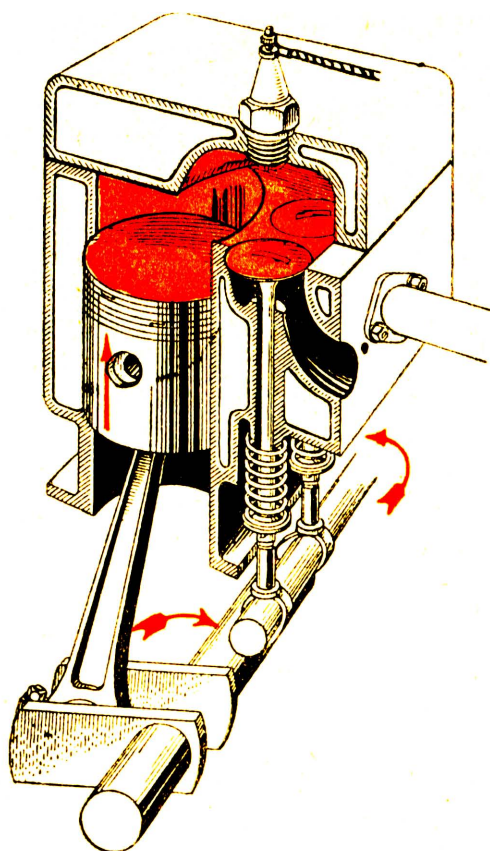
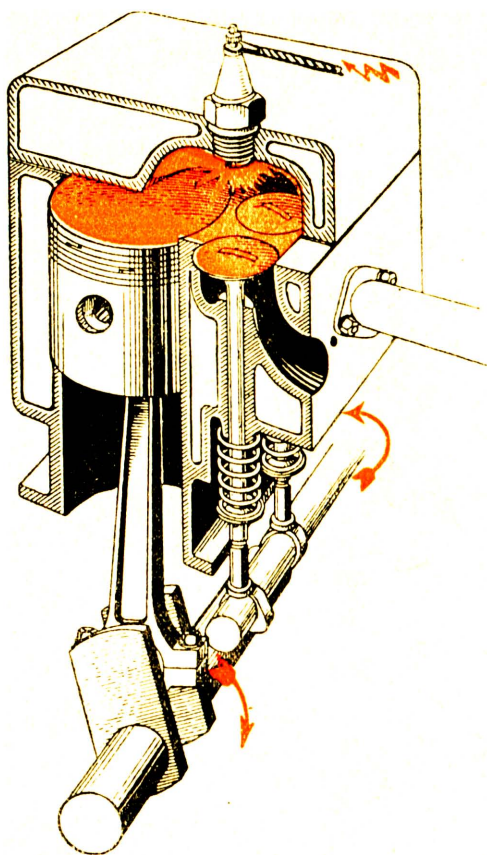

Рис. 4. Сув стиску.
Рис. 5. Запал.
2. **Сув стиску або компресія**. Обертаємо корбою далі в тім самім напрямі. Толоч рухається вгору, обидва хлипаки зачинені (рис. 4). Толоч стискає зассану в першому суві суміш в дуже малий простір між толоком і головою циліндра. Суміш нагрівається до  $200^\circ \text{C}$  і осягає тиск 7 до 12 атмосфер. В горішньому мертвому положенню толока (рис. 5) електрична іскра запалює суміш, яка вибухає.